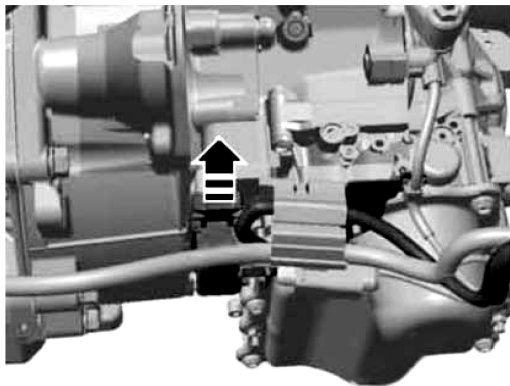

图 4-2-6 拆卸插头
- 11) 沿箭头方向松开机械电子单元连接插头锁止件，并拔出，如图 4-2-6 所示。